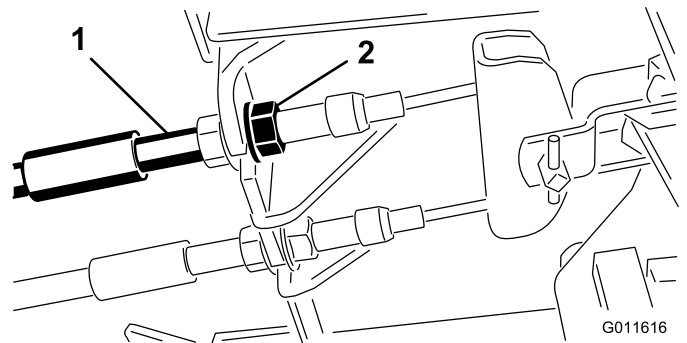

Рисунок 36
1. Чтобы уменьшить свободный ход тормозных педалей, затяните тормоза, ослабив переднюю гайку на резьбовом конце троса тормоза (Рисунок 36).